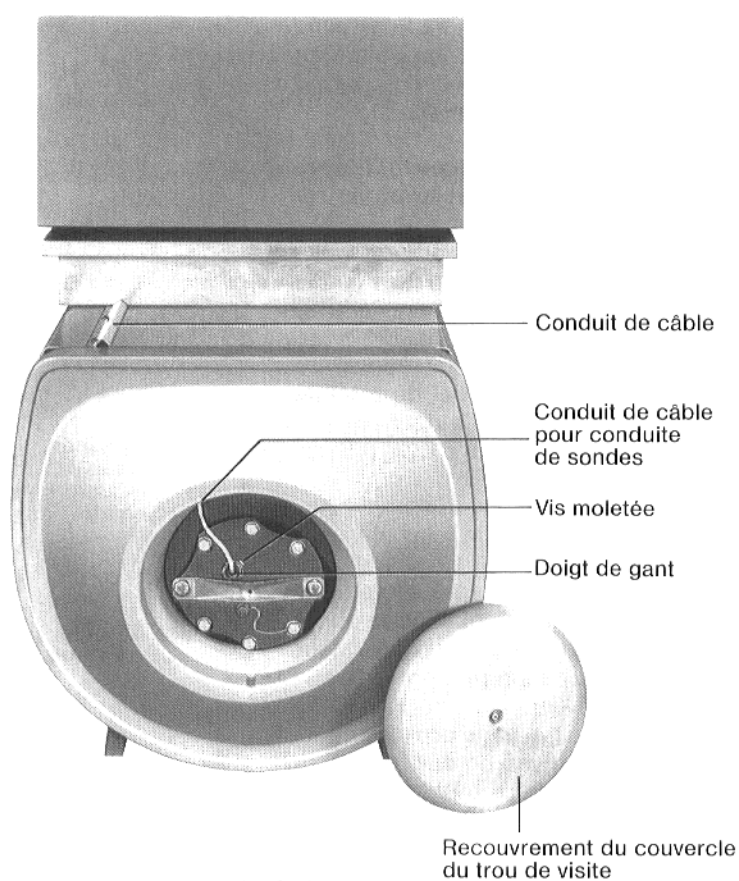

Fig. 7: Détails du TT 200 (illustré ici sans plateau de calorifuge)
1. Enlever le recouvrement du couvercle du trou de regard et le calorifuge (Fig. 7).
2. Insérer la sonde de température du préparateur d'ECS (fait partie de la livraison de l'appareil de régulation) dans le doigt de gant jusqu'en butée et bloquer au moyen d'une vis moletée (Fig. 7).
3. Faire passer la conduite de sondes avec le bout du raccordement au long du conduit câble se trouvant dans le calorifuge en mousse polyéthylène vers le haut en passant l'orifice de la tôle de support chaudière du préparateur d'ECS (Fig. 7). Ensuite guider par le trou longitudinal de la tôle de support en dessous du bord avant de la tôle de fond chaudière et faire passer, ensuite entre la tôle de support chaudière du préparateur d'ECS et la tôle de fond de la chaudière, par l'orifice dans la tôle de fond vers le haut, au panneau arrière de la chaudière.
Raccourcir le conduit de câble et le fixer à la tôle de support chaudière du préparateur d'ECS au moyen de deux vis (Fig. 7).